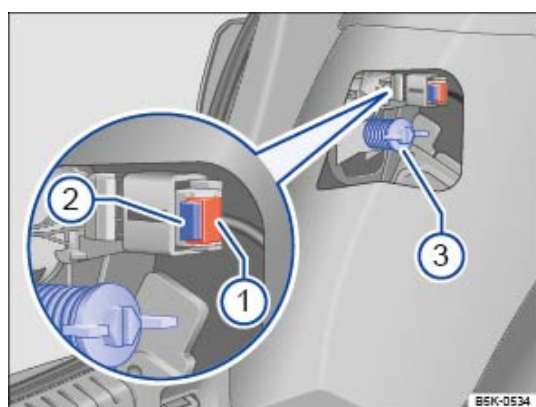

Fig. 249 Sur les côtés du coffre à bagages : dépose du bloc de feux arrière.
| 4. | Retirez le fusible → Fig. 249 ① . Comprimez le verrouillage ② de la fiche de raccordement puis débranchez la fiche de raccordement.            |
| 5. | Dévissez manuellement la vis de fixation → Fig. 249 ③ .  |
| 12. | Maintenez d'une main le bloc de feux arrière en position de montage puis serrez de l'autre main la vis de fixation → Fig. 249 ③ . |
| 14. | Branchez la fiche de raccordement sur le porte-ampoule et enfoncez le fusible → Fig. 249 ① .                                      |